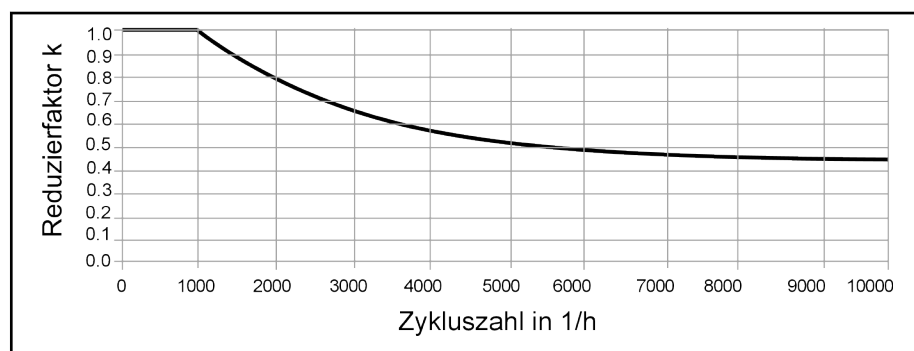

Abb. 5-3: Reduzierungsfaktor bei höheren Zykluszahlen
- Die Zykluszahl bei den Betriebsarten S4 und S5 sollte den Wert von 1000 Zyklen je Stunde nicht überschreiten. Werden höhere Verfahrensvorgänge als 1000 Zyklen je Stunde benötigt, ist dies mit entsprechend reduziertem Antriebsdrehmoment möglich (siehe Abb. 5-3)
Werden beim Betrieb des Getriebes mehr als 1000 Zyklen pro Stunde benötigt, müssen die technischen Daten mittels einem Faktor reduziert werden (siehe Abb. 5-3).